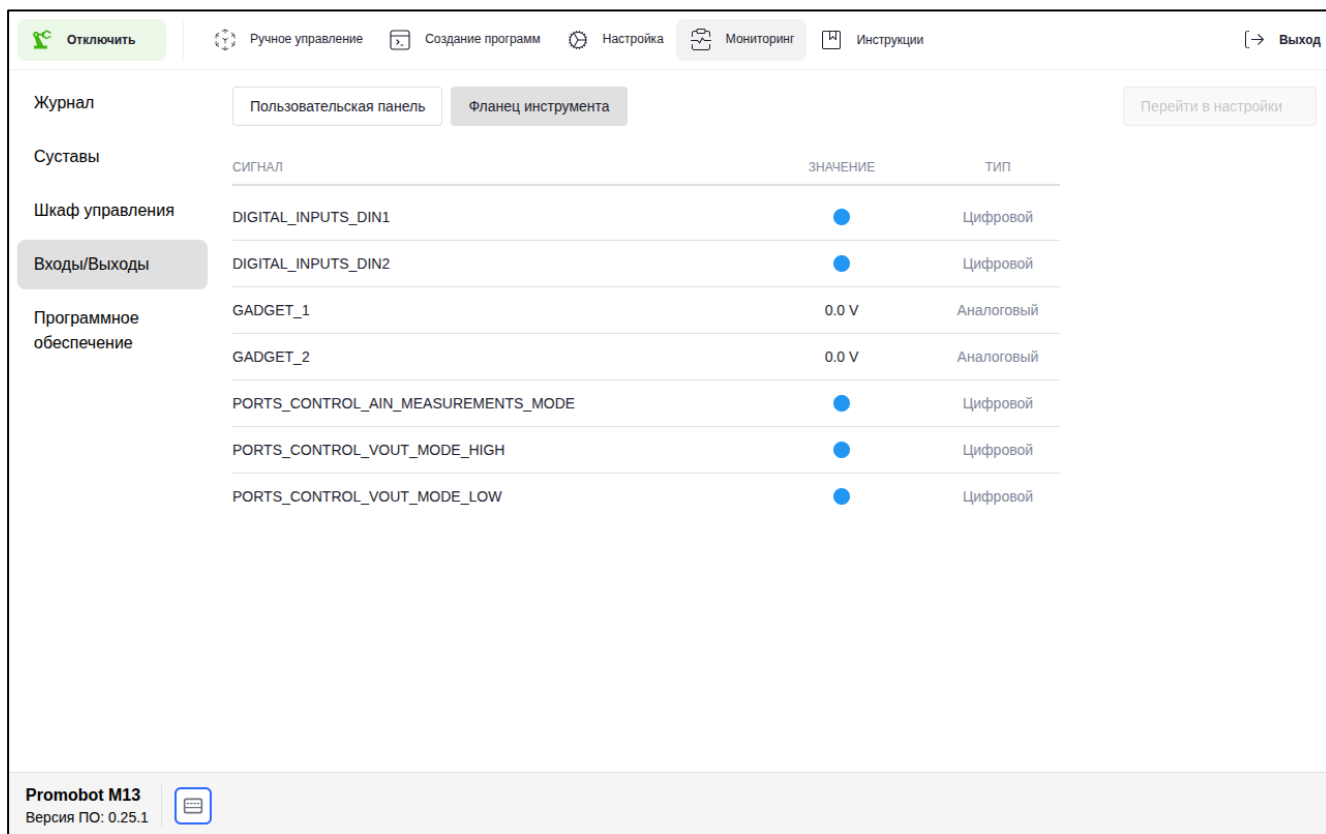

Рисунок II-69 – Подраздел «Фланец инструмента»
- сигналов разъемов инструмента (подраздел «Фланец инструмента») (см. Рисунок II-69);